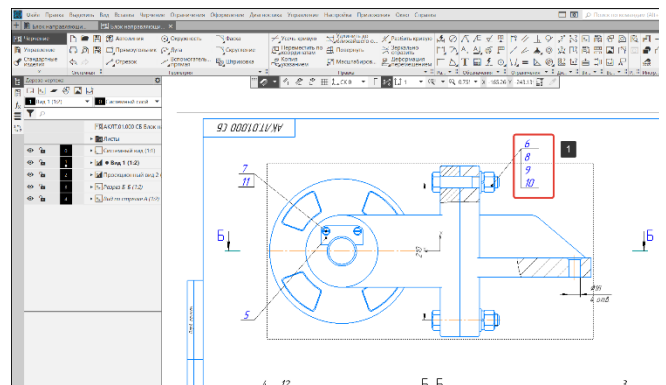

Рисунок 410 – Группа позиций на одной выносной полке
Для размещения нескольких позиций на одной выносной полке (1), необходимо при сопряжении каждого нового объекта спецификации указывать одну выноску (Рисунок 410).